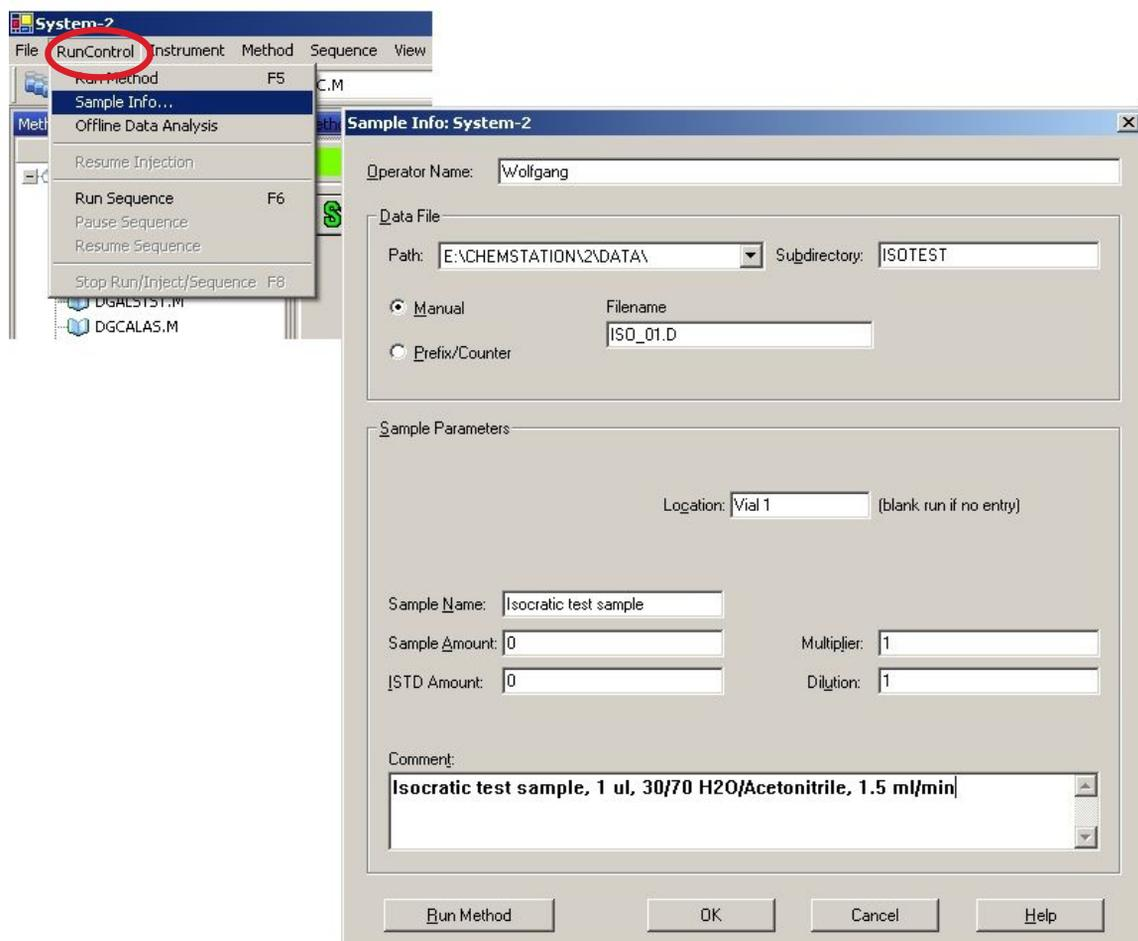

Figura 44 Información de muestra
- 14 Seleccione la opción de menú **RunControl > Info de muestra** e introduzca la información sobre esta aplicación (Figura 44 en la página 100). Presione **OK** para abandonar la pantalla.